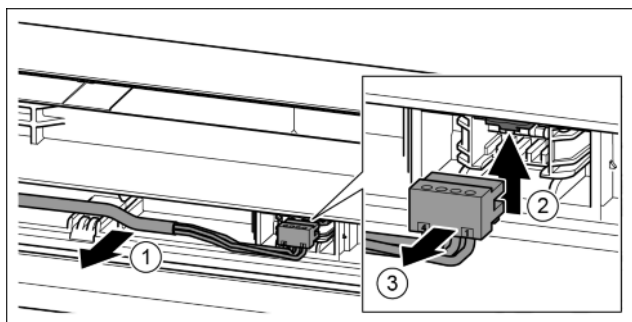

Fig. 23
- ▶ Graues Kabel vorsichtig aus der Führung in der Tür lösen. Fig. 23 (1)
- ▶ Lasche nach oben drücken. Fig. 23 (2)
- ▶ Stecker vorsichtig herausziehen. Fig. 23 (3)